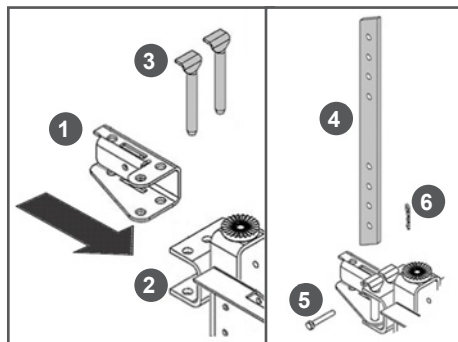

Рис. 4 Установка сошника
4. Для устойчивости мотокультиватора установите сошник. Установите кронштейн 1 сошника в кронштейн 2 рамы мотокультиватора (Рис. 4). Совместите отверстия в кронштейнах сошника и рамы и вставьте пальцы 3 (Рис. 4). Установите сошник 4 в кронштейн сошника (Рис. 4). Вставьте сошник в специальный паз кронштейна, совместите нужное отверстие в сошнике с отверстием в кронштейне и вставьте палец 5 крепления сошника (Рис. 4). Зафиксируйте палец шплинтом 6 (Рис. 4).